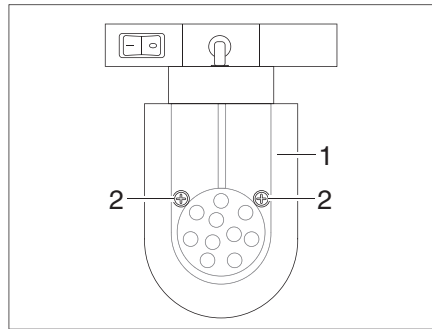

Fig. 170 Spot DEL (coulissant)
- Desserrer les vis de fixation (Fig. 170,2).
- Retirer prudemment le verre de lampe (Fig. 170,1).